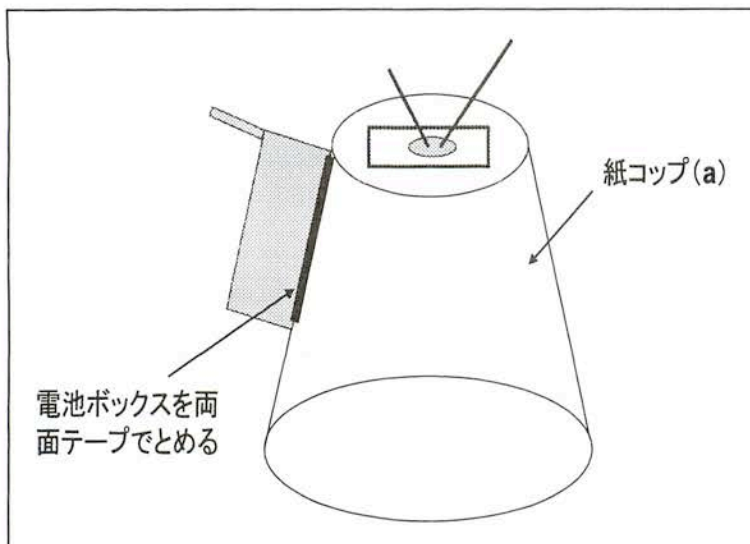

図7 電池ボックスの紙コップ(a)への取り付け。
4. 電池ボックスの底に両面テープをはり、紙コップ(a)の側面下のほうに取り付けます(図7)。この時、電池ボックスの下側と紙コップの底が同じになる位置に取り付けるとコップが机の上を立てることができ、実験しやすくなります。